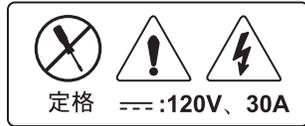

図 15. 無停電電源装置のバッテリー装置上の電源格付けラベル
4. 電源格付けラベル。 xxxiv ページの図 15 を参照してください。